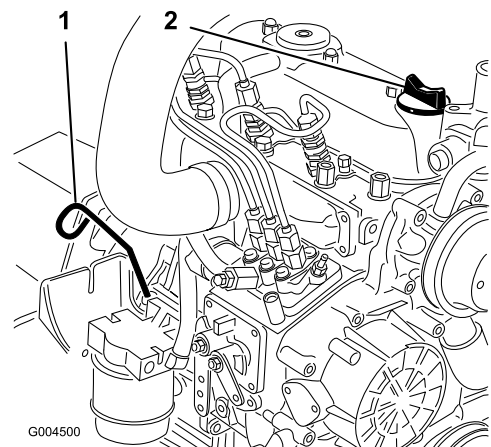

Figure 59
2. Retirez la jauge (Figure 59), essuyez-la sur un chiffon et remettez-la dans le goulot de remplissage. Sortez de nouveau la jauge et vérifiez le niveau d'huile.
3. Si le niveau n'atteint pas le repère du plein, enlevez le bouchon de remplissage (Figure 59) et faites l'appoint jusqu'à ce que le niveau correct soit atteint.